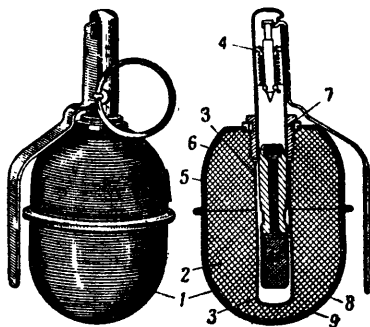

Рис. 2. Внешний вид и вид в разрезе гранаты РГД-5:
4. Граната РГД-5 (рис. 2) состоит из корпуса с трубкой для запала, разрывного заряда и запала УЗРГ.